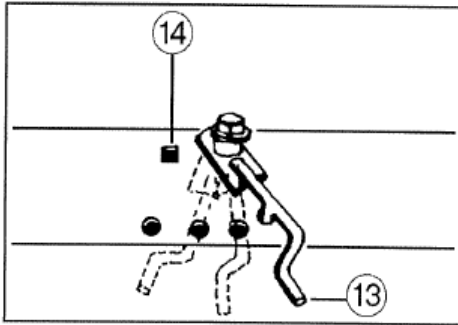

Рис. 24.
Путем изменения положение держателя (13) регулируется прокладывание шпагата на внешних сторонах тюка (рис. 24).